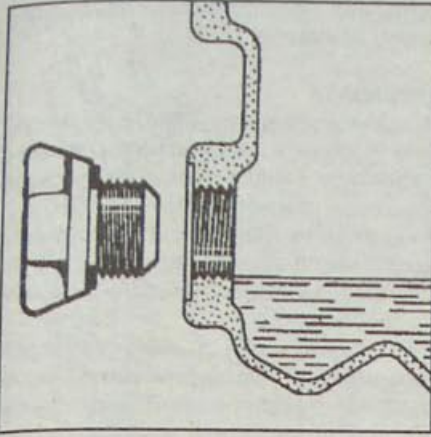

Рис. 6.3. Проверка уровня трансмиссионного масла в коробке передач JC5
- Пальцем проверьте уровень трансмиссионного масла, который должен находиться на нижнем уровне маслоналивного/ контрольного отверстия (рис. 6.3).